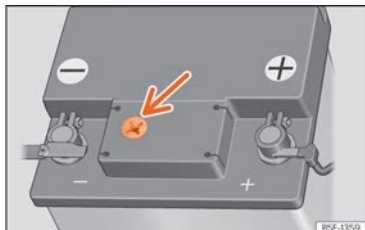

Fig. 238 Regard sur la partie supérieure de la batterie de 12 volts (représentation schématique).
- Contrôlez l'indicateur coloré dans le regard circulaire situé sur la face supérieure de la batterie » **fig. 238**. Tâchez d'avoir l'éclairage suffisant pour identifier clairement la couleur qui apparaît sur le regard. N'utilisez jamais des flammes comme source de lumière, ni des objets brûlants sans flamme.